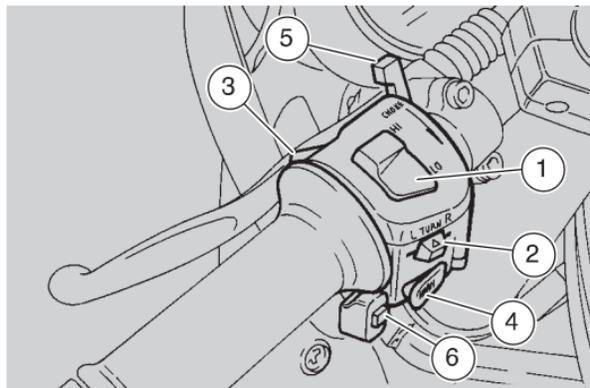

Fig. 5
COMANDI SUL LATO SINISTRO DEL MANUBRIO (Fig. 5)
(sul semimanubrio sinistro - pos. 6 - Fig. 5)